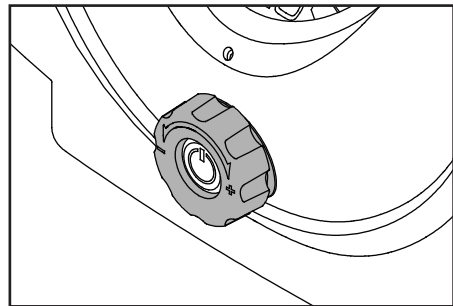

Figure 5 - Cadran de sélection de pression
4. Tournez le cadran de sélecteur de pression jusqu'à ce que le champ de pression désiré indique « LO » (BAS) (Le réglage LO est juste sous le réglage de 138 kPa (20 lb/po²)). Voir la figure 5.
4. Tourner le cadran du sélecteur de pression jusqu'à la pression voulue (voir la figure 5).